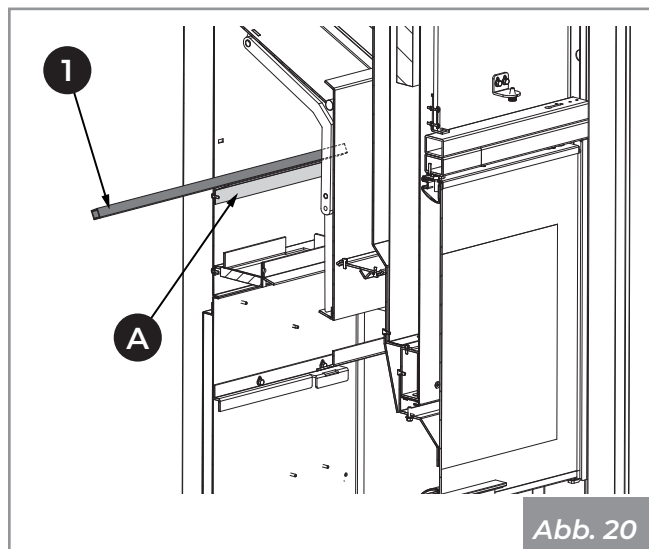

Abb. 20
- 3) Legen Sie das Distanzstück (1) auf die entsprechende Auflage (**A**) (**Abb. 20**).